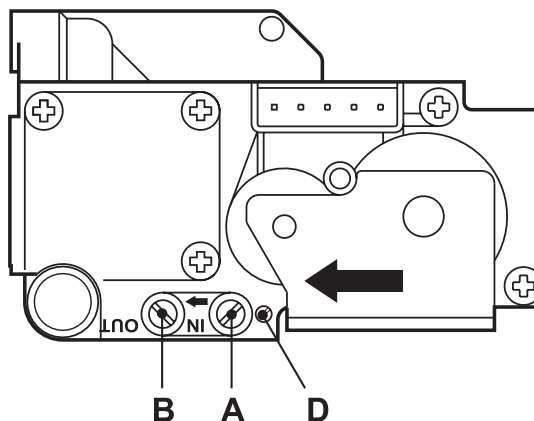

fig. 14 - Valvă de gaz
- Racordați un manometru adecvat la priza de presiune „B” din Fig. 14 poziționată în aval de valva de gaz
- Reglați presiunea minimă cu ajutorul șurubului „D” din Fig. 14, în sens orar pentru a o micșora și în sens antiorar pentru a o mări